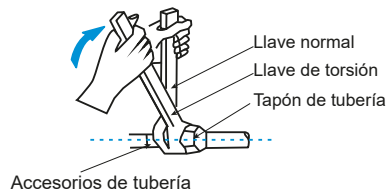

Figura 18
- Utilice dos llaves cuando instale o desmonte la tubería, una llave común y una llave de torsión. Vea la figura 18.